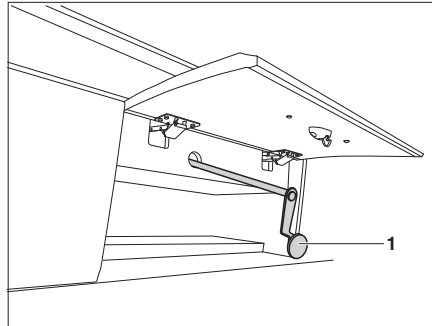

Bild 166 Notbedienung für elektrisches Hubbett
- ▶ Bei Stromausfall kann das elektrische Hubbett auch mit einer Notkurbel (Bild 166) bedient werden. Diese befindet sich hinter einer Staufach-Klappe.